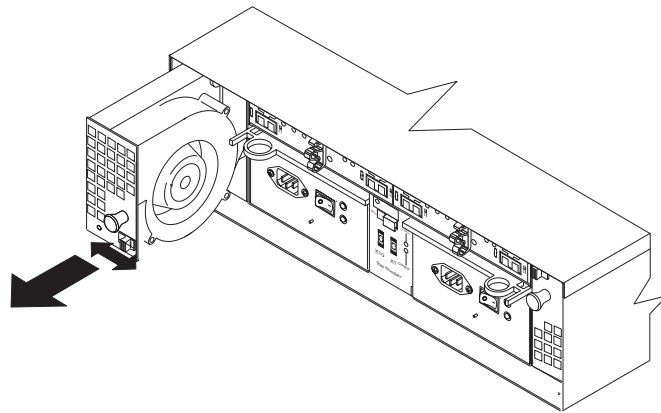

Figura 43. Sustitución de un ventilador de aire frío de intercambio dinámico
- b. Utilice el asa (el tirador negro) para extraer el ventilador de la bahía del ventilador, tal como se muestra en la Figura 43.